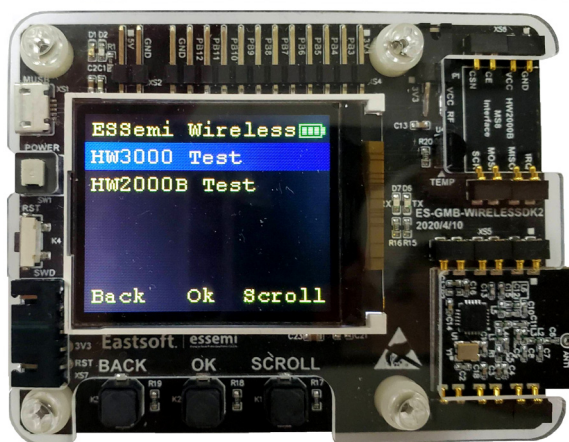
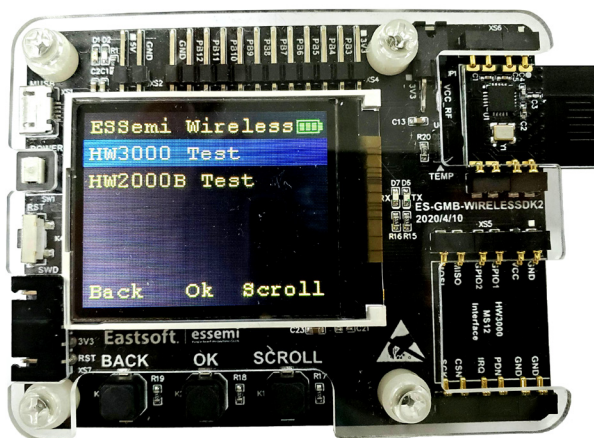

图 2-3 HW3000 无线开发套件装配图
图 2-4 HW2000B 无线开发套件装配图
- 1) 参考图 2-3 或图 2-4 的装配图，完成邮票孔模块的安装（具体装卸方法，可参考 2.8 小节）。